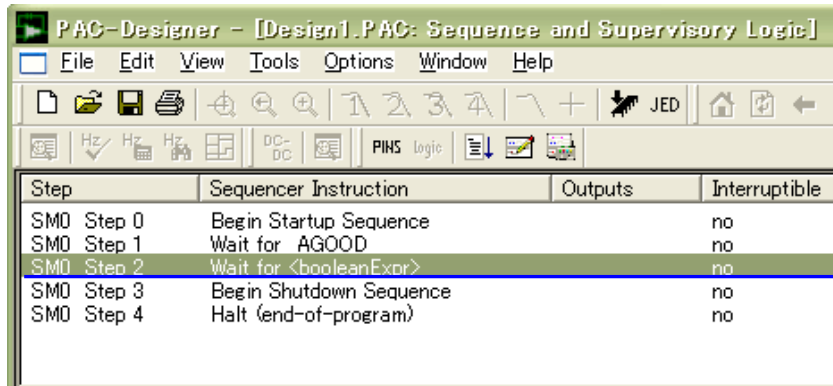

図 3-13 Wait for Boolean Condition インストラクション追加後の画面
Wait for Boolean Condition インストラクションを選択した場合、図 3-13のように Wait for <booleanExpr>と表示されます。
- ② 必要に応じ、“Output Control”をクリックすると、前ページの図 3-13 画面が起動し、①で編集する論理式に連動した出力が設定可能です。
- ③ 割り込みを可能にする場合は、「Instruction is interruptible by an exception」をチェックします。